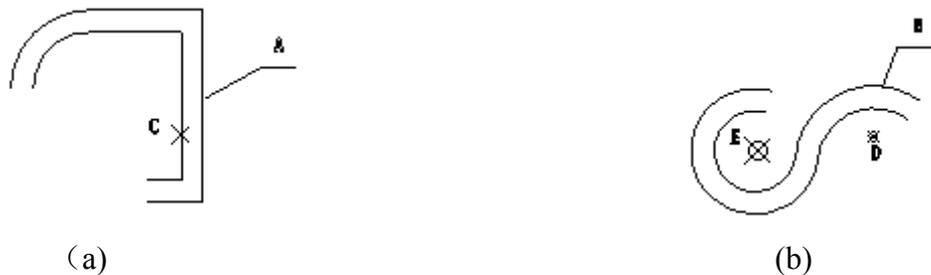

图 5-16 用 Offset 命令平移曲线
用 `Offset` 命令平移曲线 A 如图 5-16 (a) 和曲线 B 如图 5-16(b)。操作如下:
选择对象: 点选点 A, 如图 5-16 (a) 所示
选择对象: 点选点 B, 如图 5-16(b)
2) 偏移多段线时, 中望 CAD 2008 将偏移所在选定的形体控制点, 如果将某个顶点偏移到样条曲线或多段线的一个锐角内时, 则可能出现意想不到的后果。如图 5-16(b) 所示, 将偏移点指定在 E 处, 所得结果出人意料。